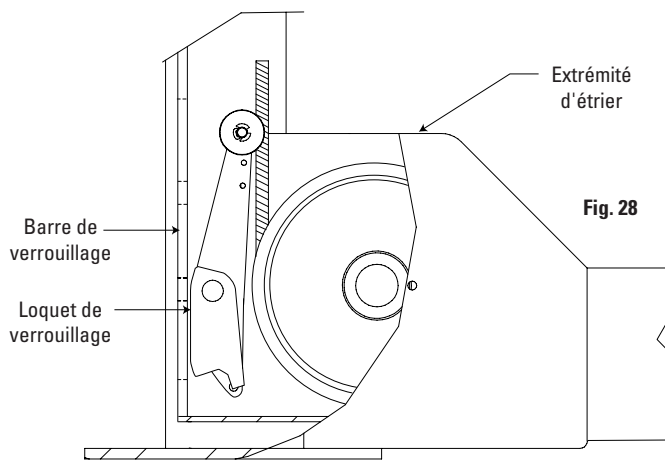

Fig. 28
- K. Actionner la soupape casse-vidé, puis vérifier le fonctionnement du loquet verrouillage aux quatre coins. Les loquets de verrouillage doivent dépasser les extrémités d'étrier pour dégager les barres de verrouillage situées dans les quatre colonnes, Fig. 28.